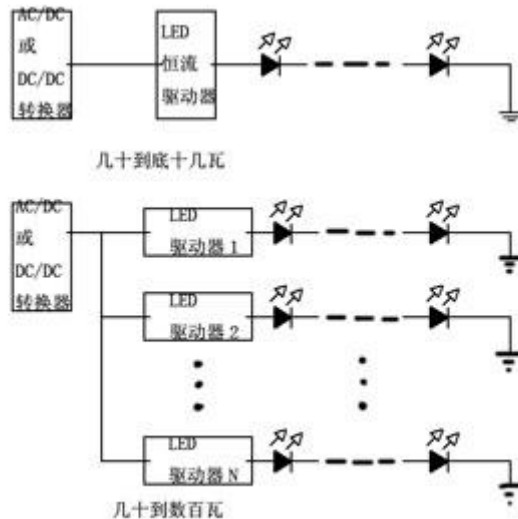

图 1 LED 驱动电路
- 近年来，采用 1~3W 大功率 LED 做的灯具逐年增加，其功率可从几瓦到上百瓦。大功率 LED 灯具都采用 LED 串联的结构，用恒流供电，其结构如图 1 所示。一般 1W LED 的工作电流为 250~350mA，3W LED 的工作电流为 600~700mA，电流大的可达 900~1000mA。